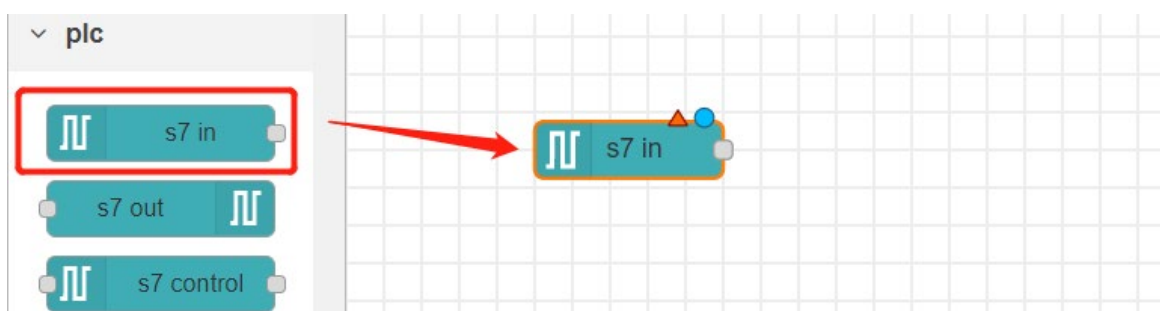

图1-26 插入 S7 in 节点
(8) PLC 数据的接入，插入 S7 in 节点。如图 1-26所示。